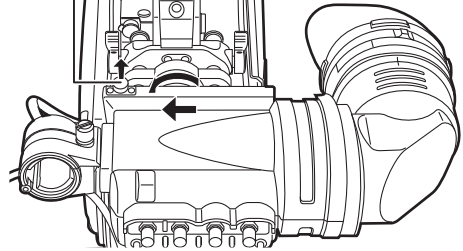

図 2
- 4 ビューファインダーstopperを引き上げながら、ビューファインダーを矢印の方向へスライドさせて取り付ける。(図 2)